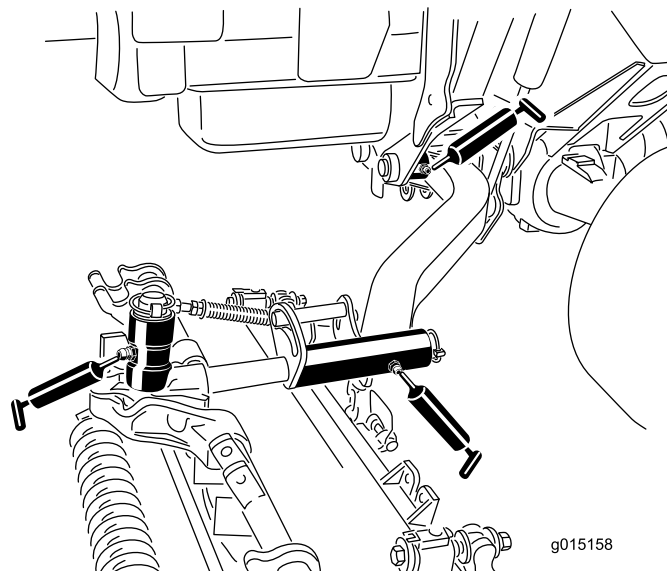

Figura 50
- Casquilhos da articulação do braço de elevação (1 por unidade de corte) (Figura 50)
- Estrutura suporte da unidade de corte (2 por cada unidade de corte) (Figura 50)
- Articulação do braço de elevação da unidade de corte (1 por cada unidade de corte) (Figura 50)